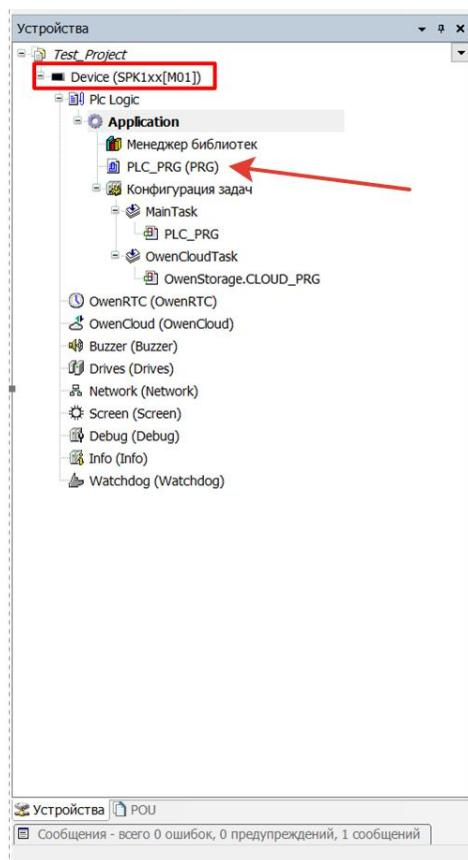

Рис. 38. Дерево проекта
2. Откроем в дереве проектов «Device (SPK1xx[M01]) – PLC Logic – PLC_PRG(PRG)» (рис. 38).